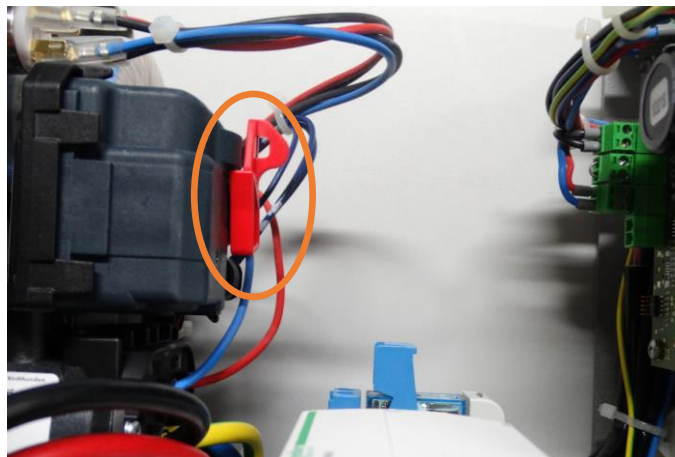

Abbildung 11: Stellung des roten Schließhebels bevor das Gehäuse geschlossen wird.
- Stellen Sie sicher, dass der rote Schließhebel der Typ2-Dose senkrecht nach oben zeigt, siehe Abbildung 11; und somit für die Inbetriebnahme auf „offen“ steht.
- Die Verriegelung (roter Hebel in Abbildung 11) an der Typ 2 Steckdose darf nicht blockiert werden.